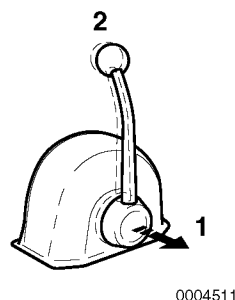

Figure 15
Lorsque vous tirez sur la poignée (**Figure 15, (1)**), vous pouvez contrôler la vitesse du moteur sans engager l'engrenage marin. L'engrenage marin reste en position NEUTRE, aucune position de chargement. Tournez le bouton (**Figure 15, (2)**) vers la gauche pour bouger la poignée ou vers la droite pour la verrouiller.